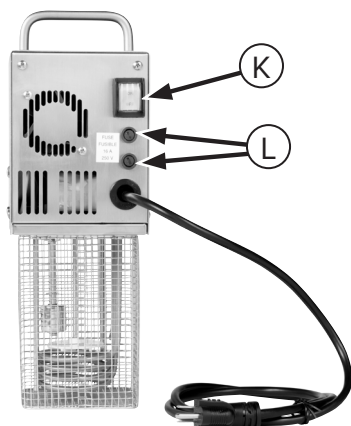

Figura 2. Parte trasera del panel de control
6. Pulse el interruptor de encendido (K) para encender la unidad, consulte la Figura 2